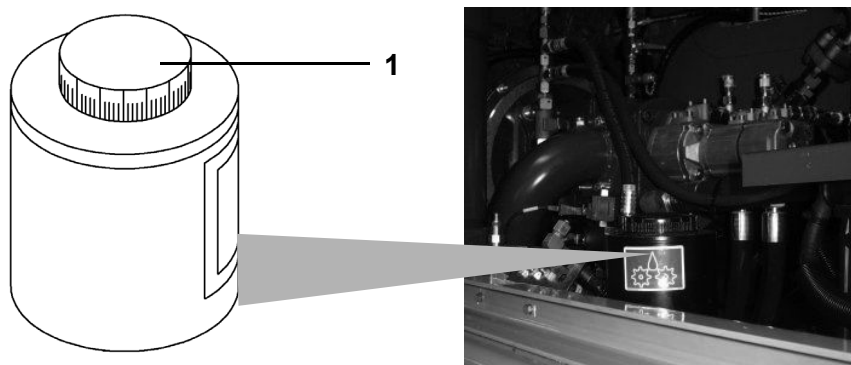

Fig. 249 Tanque de lubrificante de lubrificação da coroa de orientação
| 1 | Remova o dispositivo de lubrificação (1) na Fig. 249. |
| 2 | Verifique se há desgaste na placa de desgaste deslizante de plástico (2) na Fig. 249 (mín. 28 mm). |
| 4 | Abra a tampa (1) na Fig. 249. |